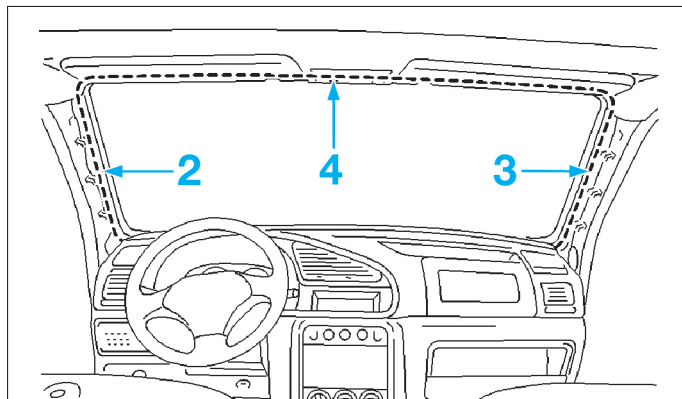

FIG. 3
- Découper le cordon en commençant par les côtés (2), (3) puis finir par la partie supérieure (4) (Fig.3).